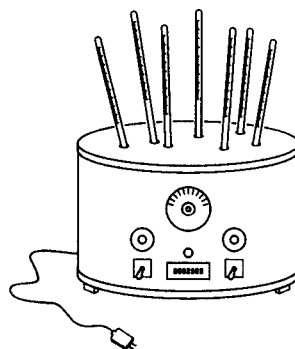

图 3 气流干燥器
**用热空气吹干** 常用气流干燥器（如图 3 所示）或用电吹风机把仪器吹干。